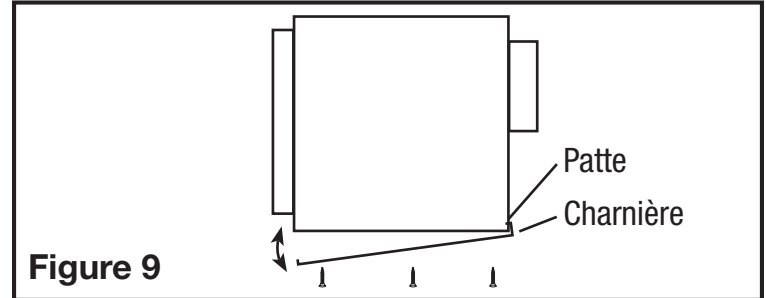

Figure 9
1. Cet appareil comprend un panneau d'accès à charnière. Cela permet d'accéder à l'intérieur du ventilateur une fois installé. Pour accéder à l'intérieur, dévisser les vis qui maintiennent le panneau en place (Figure 9).